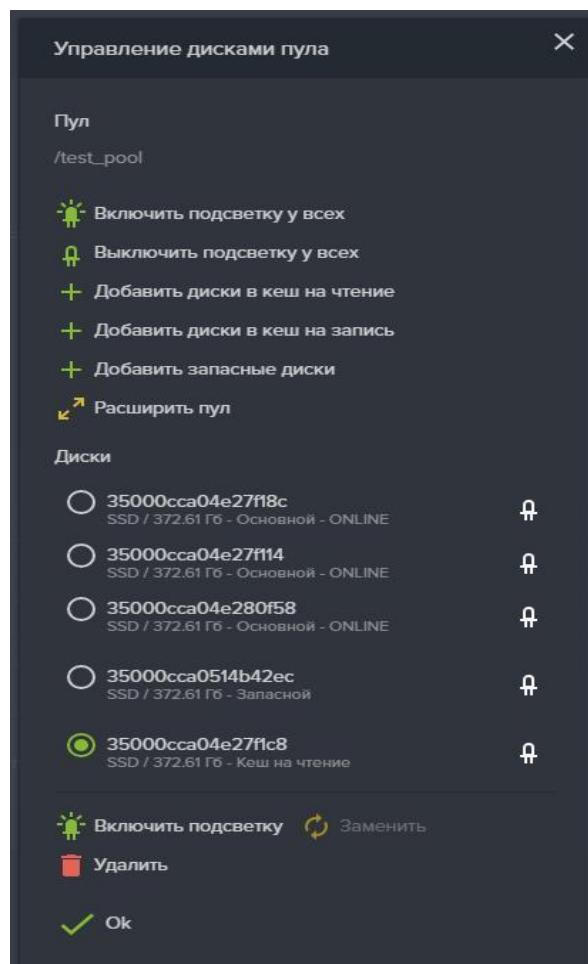

Рисунок 41. Удаление из пула кэша на чтение
- Нажмите на кнопку «Управление дисками», откроется окно управления дисками пула (см. Рисунок 41);